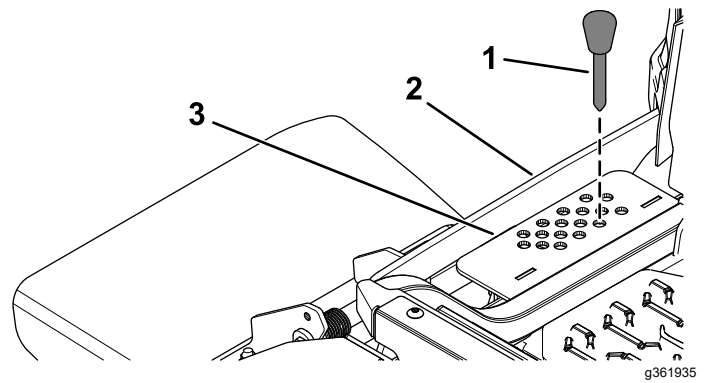

Figura 32
2. Seleccione el orificio del soporte de altura de corte que corresponde a la altura de corte deseada e inserte el pasador (Figura 32).
3. Presione hacia abajo el interruptor de elevación de la carcasa hasta que la biela de altura de corte apenas toque el pasador de altura de corte (Figura 32).